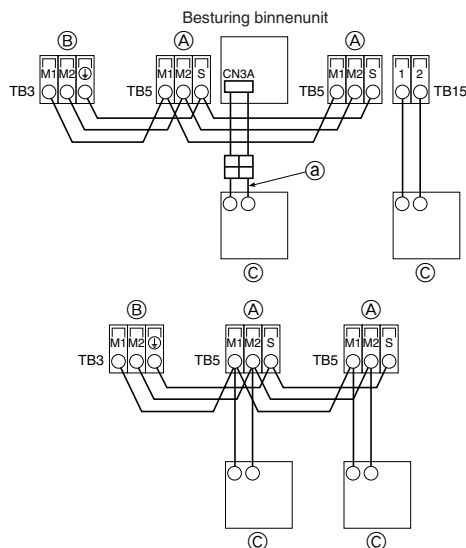

Fig. 7-2
7.2. De afstandsbediening en de transmissiekabels voor het binnen- en buitenapparaat aansluiten (Fig. 7-2)